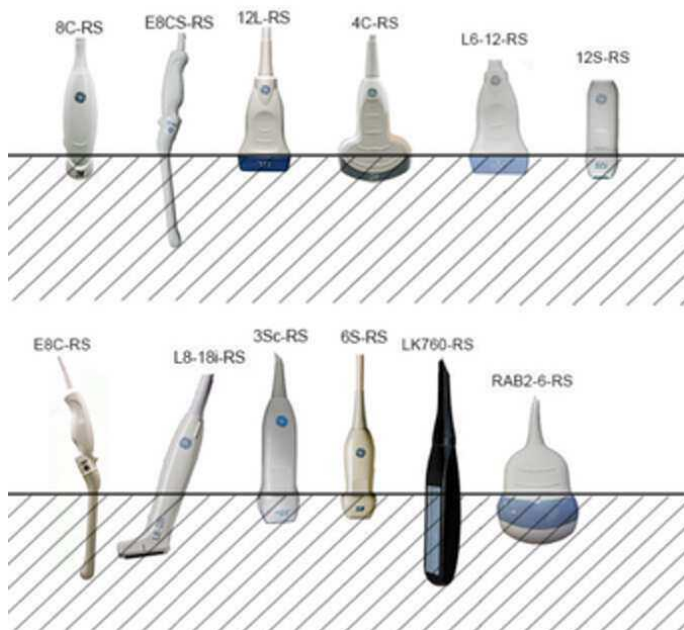

Abbildung 11-11. Sondeneintauchtiefe, 1 = Flüssigkeitspegel
3. Tauchen Sie die Sonde bis zur Linie in die vorbereitete Reinigungslösung ein, und stellen Sie sicher, dass keine Luftblasen an der Oberfläche eingeschlossen werden. Die Sonde nur bis zur im Benutzerhandbuch und auf Abbildung 11-11 auf Seite 11-21 dargestellten Linie eintauchen.
Tauchen Sie die Sonde nicht über das für diese Sonde festgelegte Niveau hinaus in Flüssigkeiten ein (Abbildung 11-11).